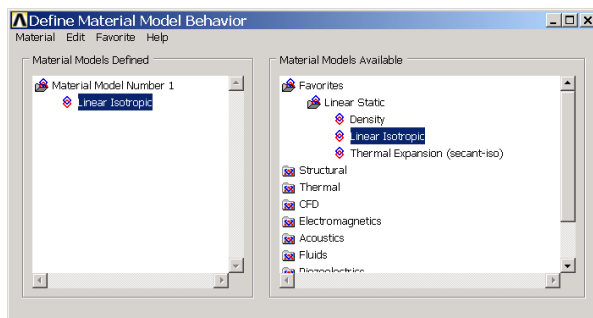

图12.27 定义材料参数
(6) 单击 **Main Menu>Preprocessor>Material Props>Material Models** 菜单，打开【**Define Material Model Behavior**】对话框，按图 12.27 所示，双击【**Linear Isotropic**】菜单，在接着弹出的对话框中定义弹性模量为【**2.1E6**】，然后单击【**OK**】确认。